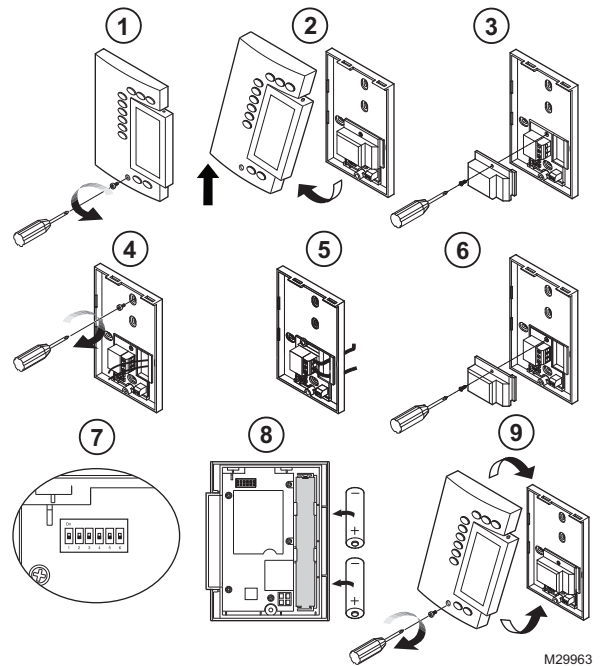

Fig. 1. Pasos de instalación.
1. Afloje el tornillo imperdible que asegura el módulo frontal al módulo posterior, tal como se muestra en la Fig. 1.